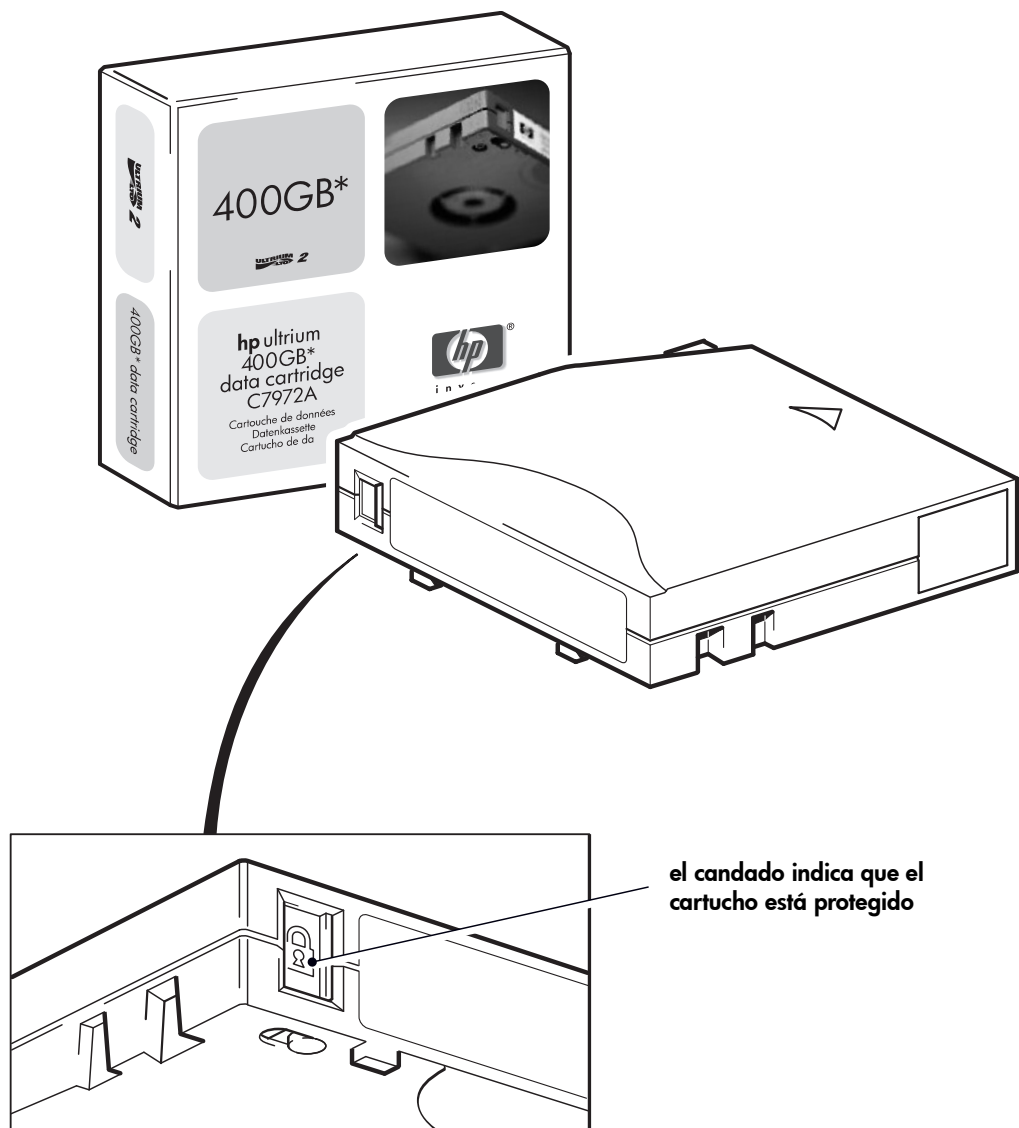

Figura 9: protección contra escritura de los cartuchos
- Para permitir la escritura en el cartucho, deslice la lengüeta roja hacia atrás de modo que el orificio esté abierto antes de cargar el cartucho en la unidad. En la Figura 9 se muestra la ubicación de la lengüeta de protección contra escritura.